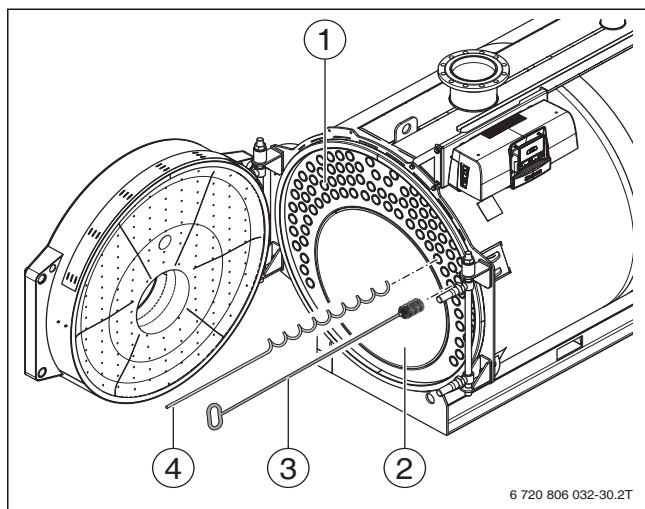

Рис. 28 Чистка поверхностей нагрева
- ▶ Удалите остатки продуктов горения из топочной камеры (→ рис. 28, стр. 29), газоотводящих каналов, а также из сборного коллектора дымовых газов и отвода конденсата.